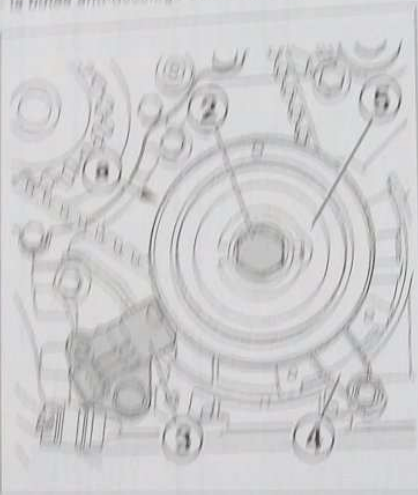

FIG. 9
- 5. Déposer la vis et la poulie de vilebrequin (2) (Fig. 9).